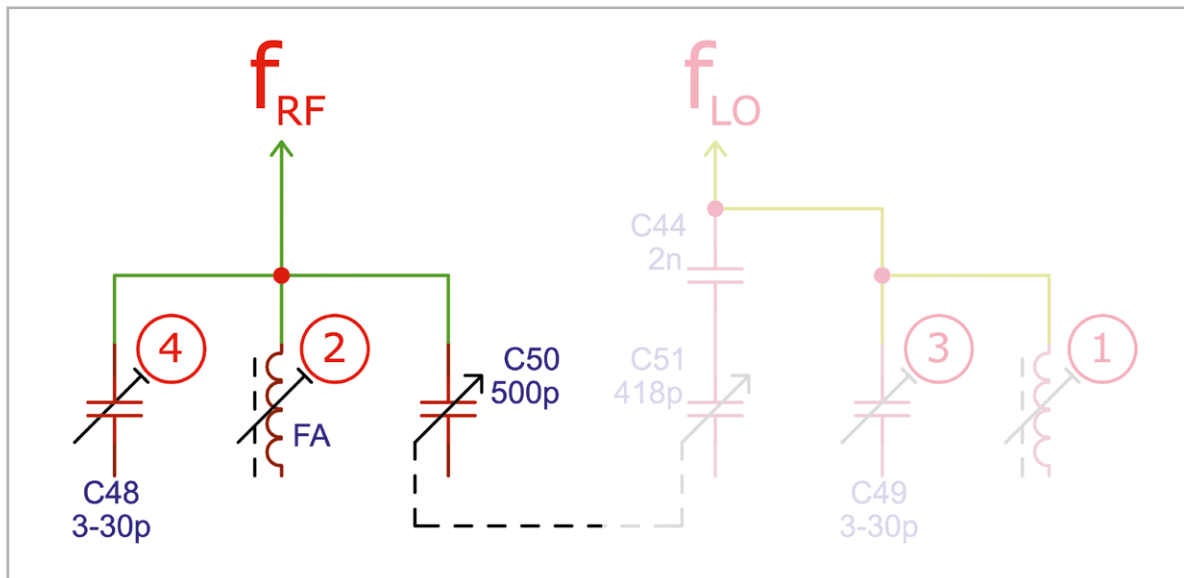

Bild 5: Die Schaltung des Schwingkreises der Antenne (links)
Das vereinfachte Schema in Bild 5 zeigt uns, dass der Antennenteil auch aus einem Schwingkreis besteht, der aus einer einstellbaren Spule ②, einem Trimmerkondensator ④ und einem Drehkondensator C50 besteht. Dieser Drehkondensator ist ein Teil des Abstimmkondensators, den wir zum Abstimmen des Radios verwenden.